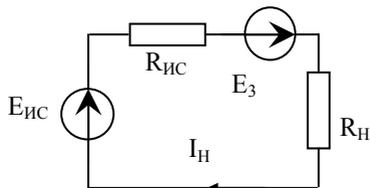

Рис. 7
4. Находим ток в нагрузке  $I_H = I_3$ . Строим эквивалентную схему замещения (рис.7), учитывая то, что мы, разрывая цепь, исключили источник напряжения  $E_3$  и сопротивления  $R_3$  и  $R$ , следовательно, мы не учли их влияние на нашу цепь, поэтому в данной схеме мы должны включить их в цепь.